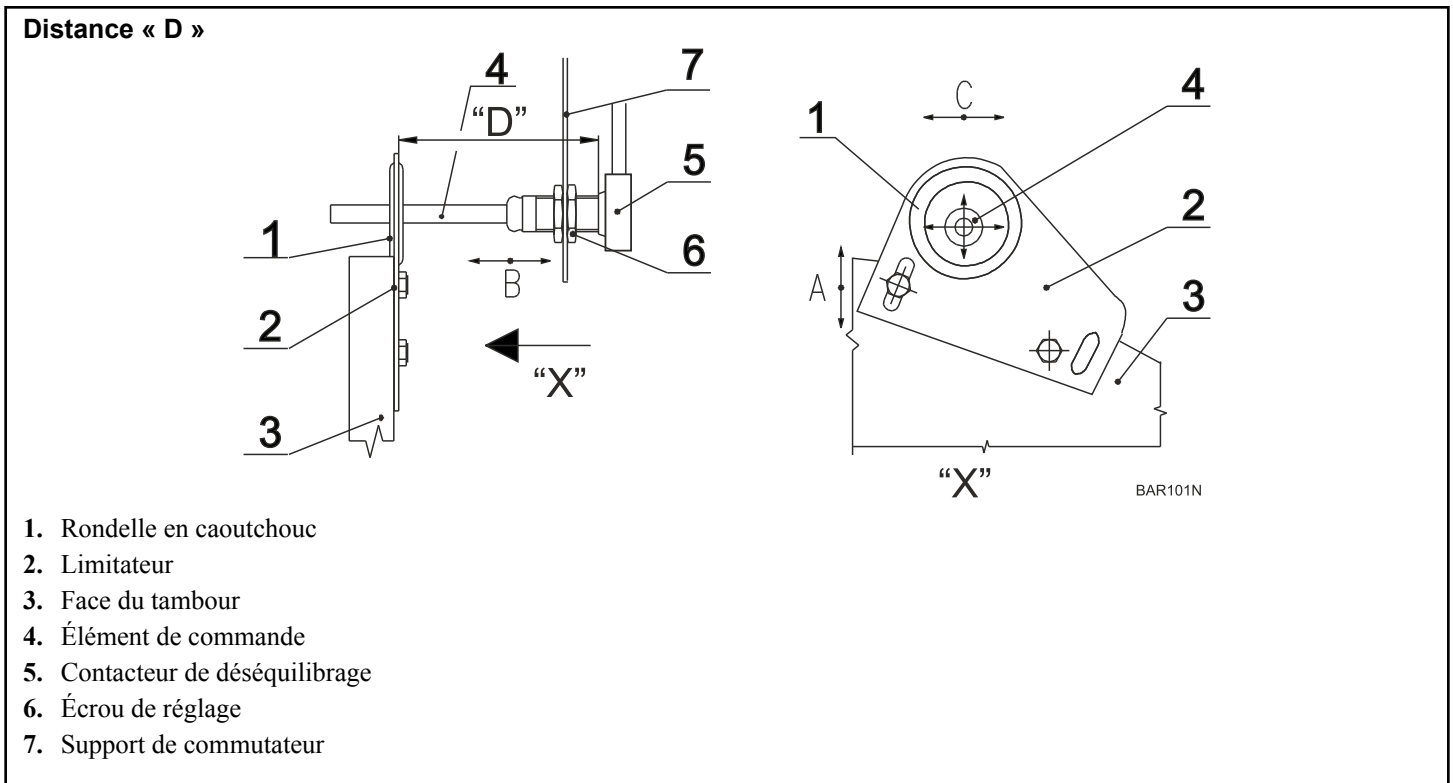

Figure 41
Les contacteurs antivibrations sont des éléments de sécurité importants qui protègent la machine (s'ils sont correctement réglés) lorsque les vibrations ou l'oscillation (due à un déséquilibre du linge dans le tambour) sont trop importantes. La machine est équipée de deux contacteurs antivibrations. Chaque unité se compose d'un contacteur antivibration, *Figure 41*, pos. 5, et d'un élément de commande souple (4) fixé au support (7) à l'aide d'écrous (6). Tout le système est boulonné au distributeur horizontal dans le support droit de la machine. Le contacteur antivibration gauche est boulonné à la paroi verticale du support gauche de la machine gauche.